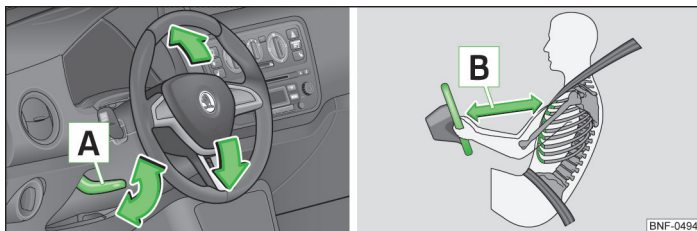

Fig. 68 Volan reglabil: Maneta de sub volan / distanța sigură față de volan
- Reglați volanul în așa fel, încât distanța dintre volan și torace să fie de cel puțin 25 cm [\[B\]](#) » fig. 68 la pagina 65. Dacă nu se respectă această distanță, sistemul airbag nu își poate exercita eficiența maximă – Pericol!
- Rabatați în jos maneta **A** » fig. 68 de sub volan.